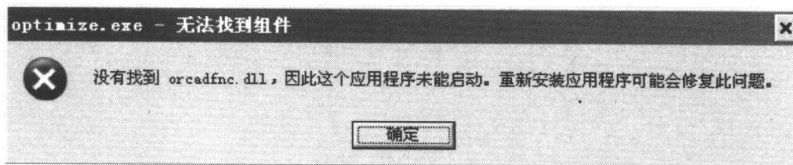

图 1.2.23 找不到应用文件界面
(15)重启计算机后,可能出现如图 1.2.23 所示的找不到应用文件界面,此时可不理睬它,直接单击“确定”即可,至此,整个安装过程完成。